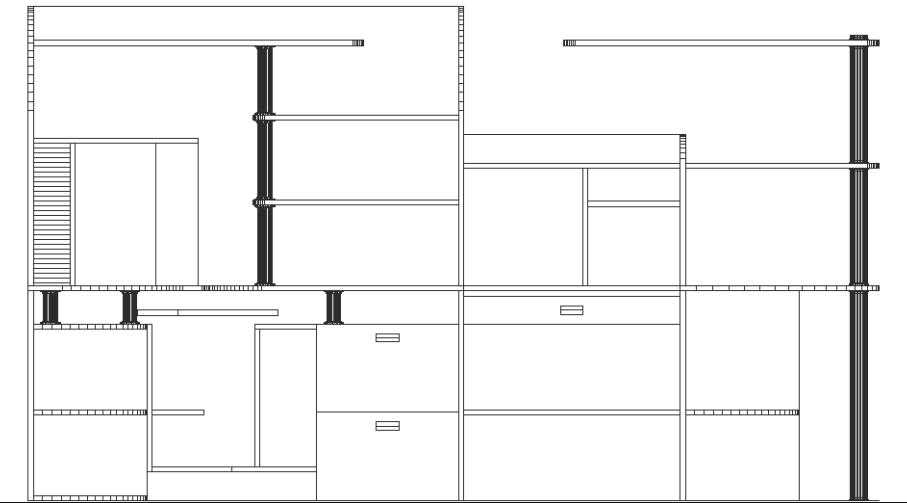
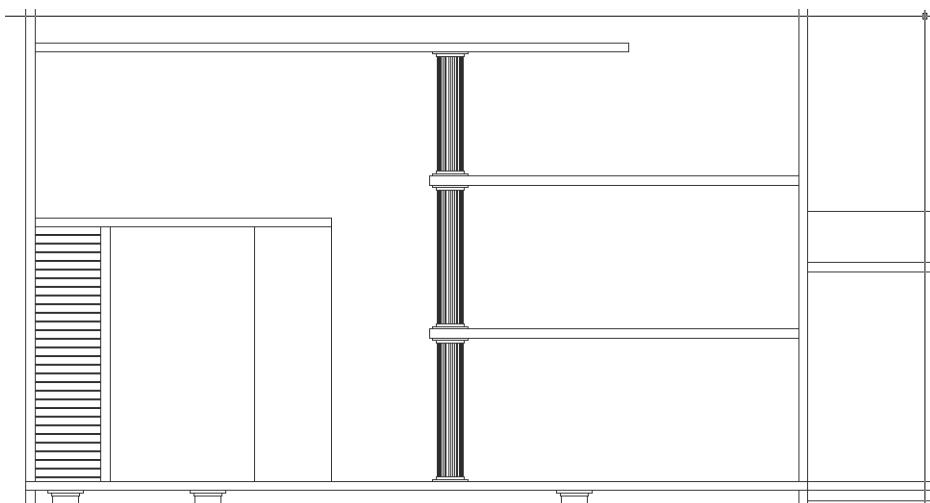

Рис. 9.12 ▼ Главный вид с обозначенными криволинейными поверхностями
Рис. 9.11 ▼ Вертикальные линии штриховки, обозначающие криволинейную поверхность на виде спереди, после обрезки
11. Удалите все радиальные линии на виде сверху, а затем измените масштаб просмотра так, чтобы хорошо видеть опору на главном виде, и обрежьте все лишние сегменты вертикальных линий, как показано на рис. 9.11. Примените описанную выше технику для обозначения остальных криволинейных поверхностей (опоры и их монтажные кольца, изгибы столешницы, округленные части полок), а затем сохраните полученный чертеж в файле Work092.dwg (рис. 9.12).